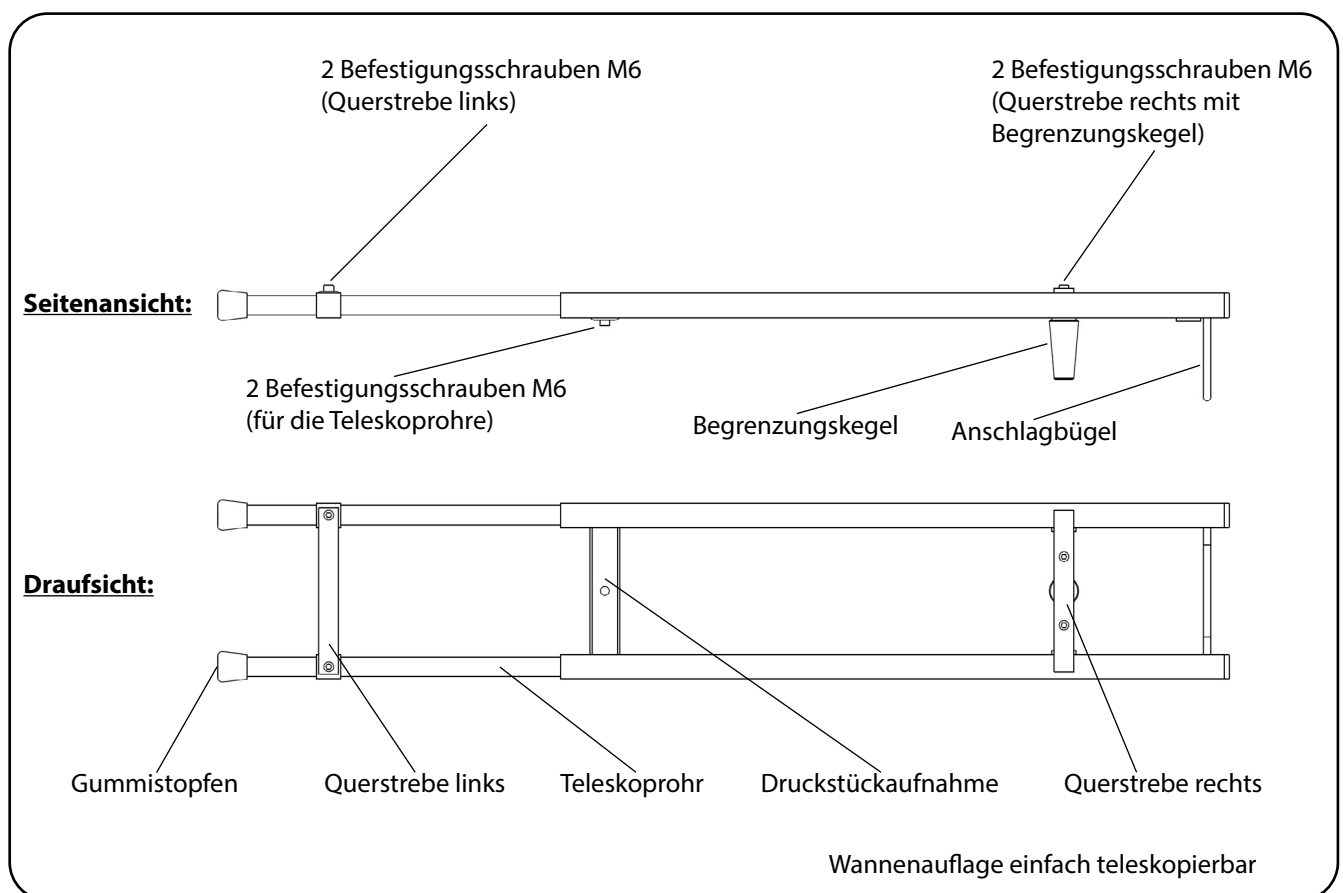

Abbildung 22
Wannenauflage einfach teleskopierbar (Abbildung 22)
- 6 Zylinderkopfschrauben M6 bei einfach teleskopierbarer Wannenauflage (siehe Abbildung 22).